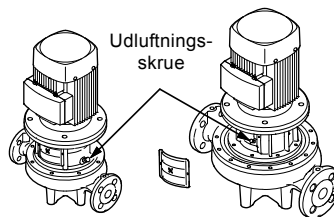

Fig. 15 Udluftningsskruens placering
1. Luk afspærringsventilen på afgangssiden, og løs udluftningsskruen på topstykket. Se fig. 15.
2. Løs udluftningsskruen. Se fig. 15.
3. Udluft pumpen under opstarten ved at løsne udluftningsskruen i topstykket indtil der kommer en jævn strøm af væske ud af udluftningshullet. Se fig. 15.